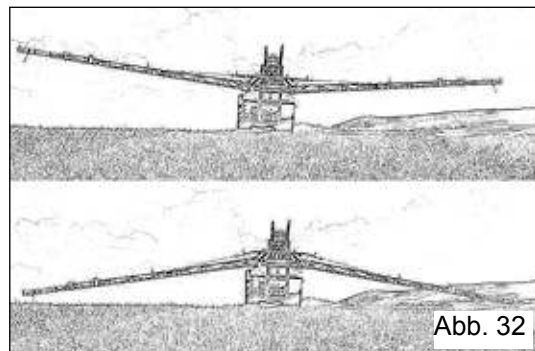

Abb. 32
2. Verwenden Sie den Fahrwerkversteller, um das Gestänge so gut wie möglich an das Gefälle des Geländes anzupassen (Abb. 32).
3. Verwenden Sie zu demselben Zweck die variable Geometrie (Abb. 32).